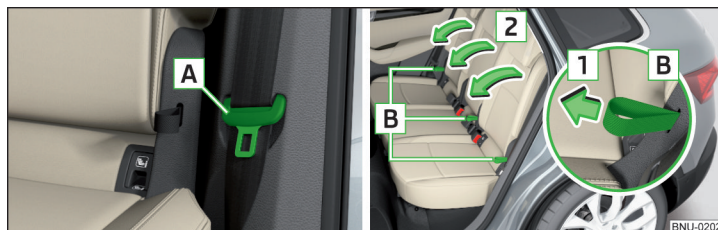

Fig. 89 Position de sécurité de la ceinture / Rabattre le dossier
- › Insérez la boucle de la ceinture de sécurité **A** dans l'ouverture du revêtement latéral » fig. 89.
- › Au virage, tirer et maintenir **B** dans le sens de la flèche **1** » fig. 89.
- › Tirez sur la boucle **B** à côté du siège central dans le sens de la flèche **1** et enfoncez le dossier dans le sens de la flèche **2** » fig. 89. Le dossier rabattu peut être utilisé comme accoudoir.